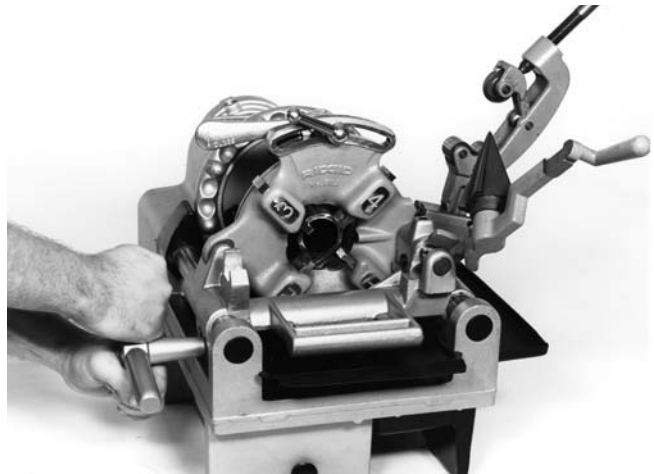

Figura 7 – Roscado de un tubo con el Cabezal de Terrajas de Apertura Rápida No. 811-A
5. Gire el volante del carro para colocar las terrajas contra el extremo del tubo. Una leve presión sobre el volante pondrá a las terrajas en marcha (Figura 7).
Se puede incrementar o disminuir el flujo de aceite que sale por el cabezal de terrajas regulando la válvula de control del flujo de aceite (*Figura 7*).